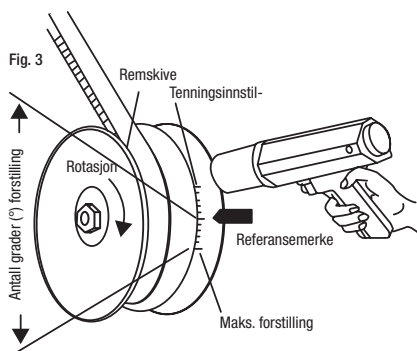

Fig. 3
9. Dersom tenningsmerke og referansemerke derimot ikke skulle stille seg i linje med hverandre, løsne forsiktig fordelers låseskrue, og drei deretter fordeleren med eller mot klokka til tenningsmerket havner i linje med referansemerket slik vist i fig. 3.
2. Merkene skal bli værende i samme posisjon til motoren kommer opp i turtallet spesifisert av produsenten. Tenningsmerket skal deretter bevege seg sakte og rolig, uten rykking (se fig. 3)